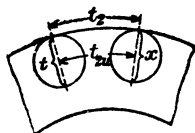

Fig. 190.
*) Bei einem Läufer mit runden Stäben liegt die engste Stelle ungefähr auf dem Kreise der durch die Stabmitte geht (Fig. 190). Ist x die Nutenweite, so ist diesmal $x = t = y$ zu setzen, daher $t_2 u - x = h$, wo